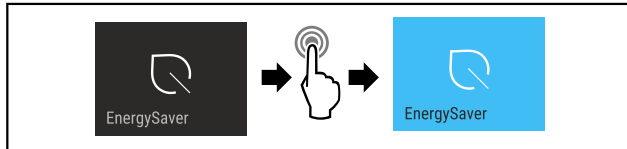

Fig. 15
- Følg anvisningene (se Fig. 15).